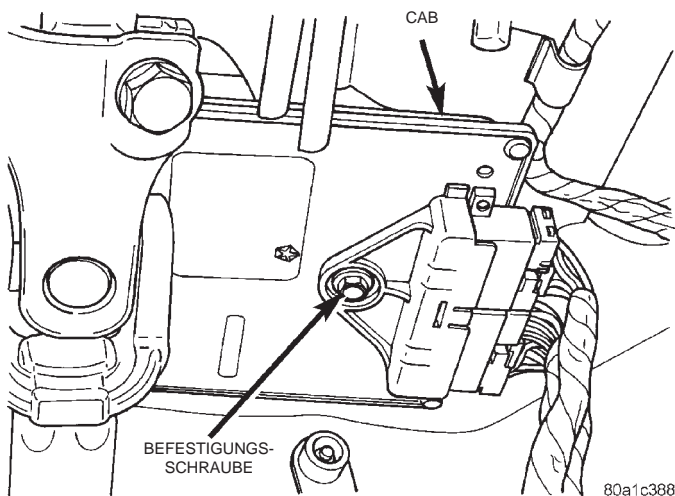

Abb. 5 ABS-Steuergerät (CAB)
- (1) Das Batterie-Minuskabel abklemmen.
- (2) Den Kabelbaum-Steckverbinder von dem unter der Instrumententafel montierten Steuergerät abziehen (Abb. 5).
- (3) Die Befestigungsschraube lösen und das Steuergerät abnehmen.